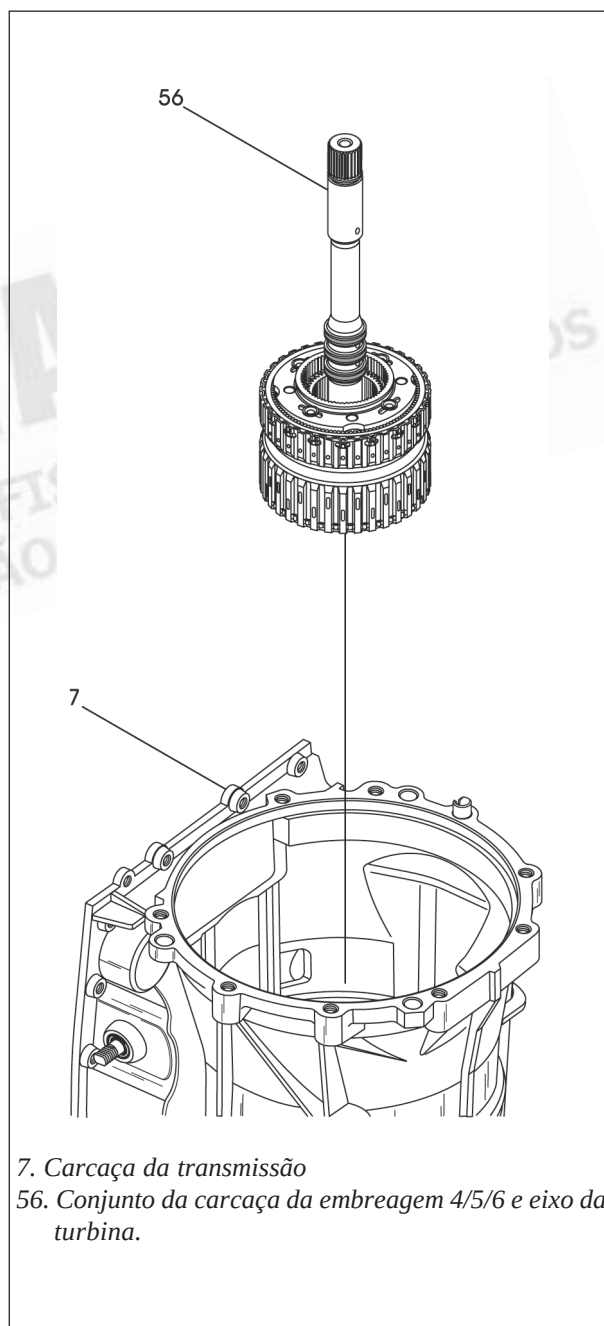

Figura 163
20. Instale o conjunto do cubo da embreagem 4/5/6 com o carregador e a solar na carcaça, conforme mostra a figura 163.